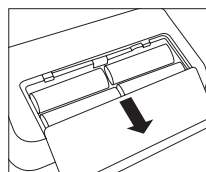

Fig. 1
- Abra la tapa de la batería, situada en la parte inferior del dispositivo (véase la fig. 1). Introduzca las pilas (véase el capítulo 13 „Datos técnicos“). Compruebe que se introducen con la polaridad correcta („+“ y „-“). Cierre el compartimento de las pilas. El dispositivo pasa automáticamente a la función de fecha/hora; en la primera aplicación aparece el valor „31“ para el día y „12“ para el mes en la pantalla. Así pues, la fecha preajustada es el 31 de diciembre. Ajuste la fecha y la hora como se describe abajo.